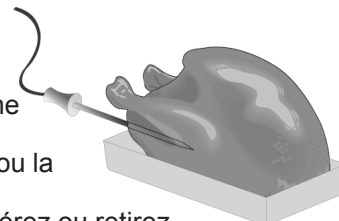

Figure 1
3. Pour la volaille entière (poulet, dinde, etc.), insérez la sonde dans la partie la plus charnue de l'entre cuisse, en dessous et parallèle à la cuisse (voir Figure 1).